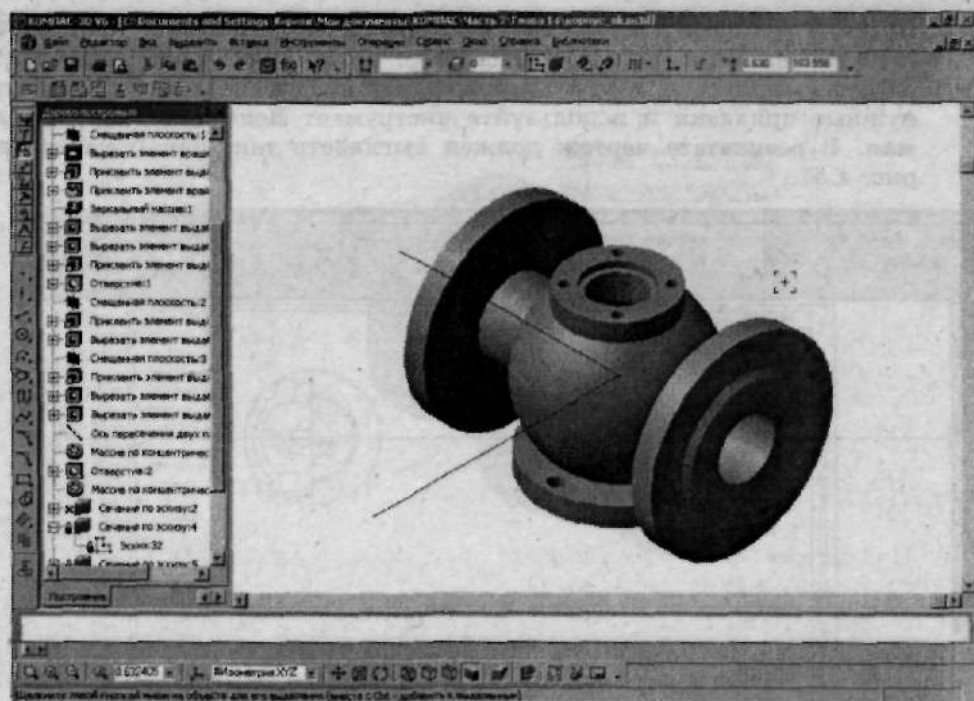

Рис. 4.49. Создайте эскиз нового сечения
13. В **Плоскости ZX** создайте эскиз, как показано на рис. 4.49.